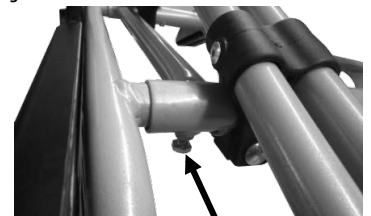

Bild 1: Schrauben Trägertisch
- Lösen Sie die beiden Sechskantschrauben (Bild 1) an der Unterseite des hinteren Endes des Trägertisches, drehen Sie diese ganz heraus. Legen Sie die Schrauben zur Seite, sodass sie nicht verlorengehen können.